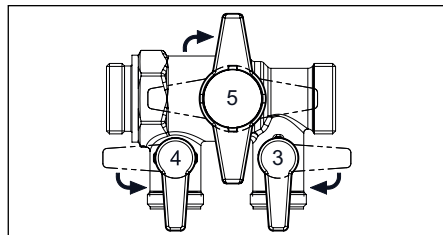

Fig. 6.10 Ensemble de remplissage et de rinçage
2. Fermer le robinet à tournant sphérique (5) au milieu de l'ensemble de remplissage et de rinçage (fig. 6.10).
3. Ouvrir le robinet de remplissage (3) et le robinet de vidange (4) de l'ensemble de remplissage et de rinçage (fig. 6.10).